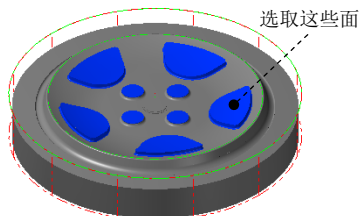

图 15.31 选取干涉面
(2) 单击 **检测** 区域中的  按钮，选取图 15.31 所示的面为干涉面（共 73 个），然后按 Enter 键。单击  按钮完成加工区域的设置，同时系统弹出“曲面精加工环绕等距”对话框。